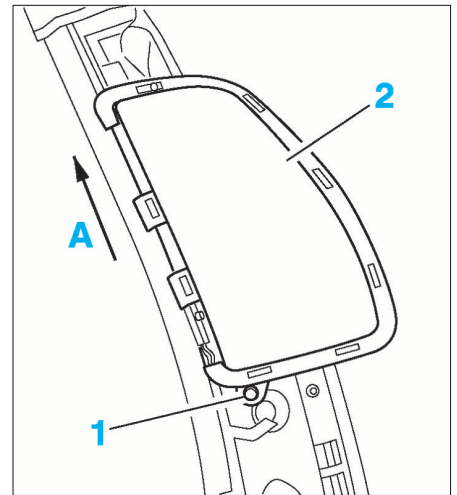

FIG. 13
- Percer le rivet (1) à l'aide d'un foret de 7,5 mm de diamètre (Fig.13).